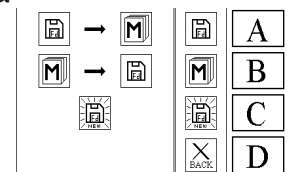
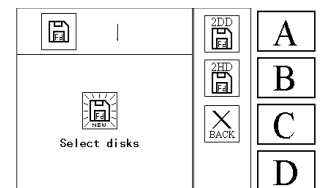

Fig. 4.3.1
Fig. 4.3.2
2. Na Fig. 4.3.1, pressione a tecla **C** para exibir o modo de seleção do formato do disquete (Fig. 4.3.2).
3. Na Fig. 4.3.2, pressione a tecla **A** para selecionar o formato do disquete de baixa densidade (2DD).
Pressione a tecla **C** para retornar à etapa 2 (Fig. 4.3.1).
Pressione a tecla **C** para retornar à tela da etapa 3 (Fig. 4.3.2)
Quando completada a operação, o sistema retornará automaticamente à tela da etapa 3 (Fig. 4.3.2)